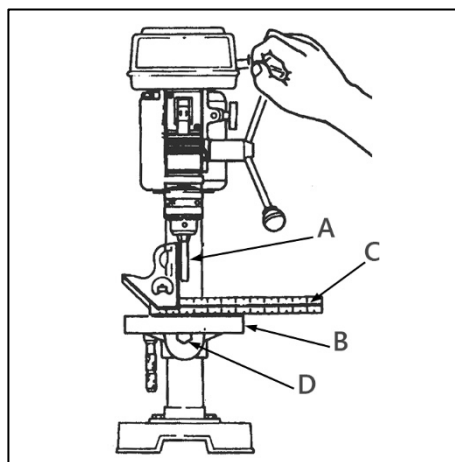

Рисунок 14.
Чтобы использовать рабочий стол в наклонном положении, ослабьте фиксирующий болт (D) (рис. 14) при помощи соответствующего ключа. Наклоните стол на желаемый угол, затяните фиксирующий болт.